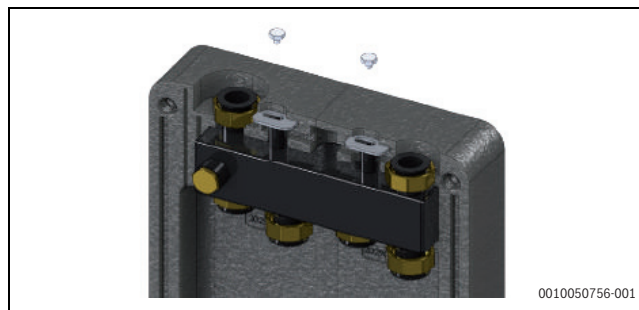

Fig. 101 Fjernelse af skruberne
2. Skru skruberne ud med en nøgle, og fjern dem (→ fig. 101).